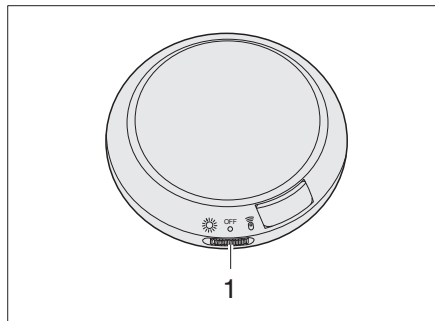

Fig. 108 Lámpara en el techo elevable
- Empujar el interruptor (Fig. 108,1) a la izquierda.
- Empujar el interruptor (Fig. 108,1) al centro.
- Empujar el interruptor (Fig. 108,1) a la derecha.